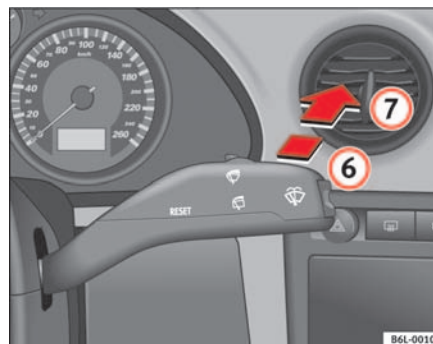

Fig. 66 Palanca del limpia-lavacristales: limpialuneta
- Presione la palanca hacia delante hasta el encastre **6** ⇒ fig. 66. El limpialuneta debe accionarse en intervalos de 6 segundos.
- Presione la palanca completamente hacia delante hasta la posición **7** ⇒ **página 103, fig. 66**. El limpia y el lavaventana funcionan simultáneamente. El lavaventana seguirá funcionando mientras mantenga la palanca en esta posición.